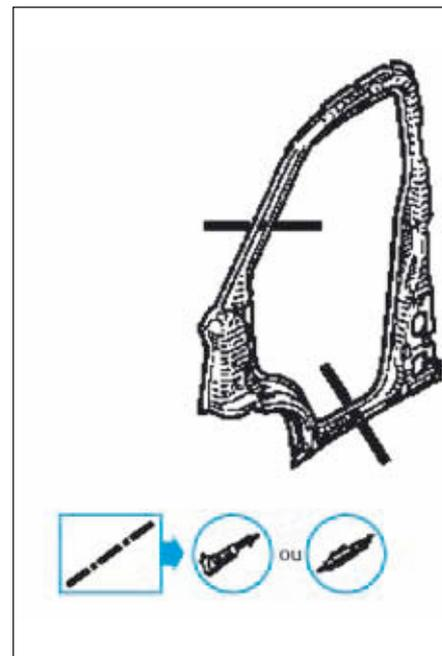

FIG.35
- Tracer puis découper le pied avant de cabine (Fig.35), (Fig.36), (Fig.37) et (Fig.38).
• Tracer puis percer à l'aide d'un foret pour soudage ultérieur par points (Fig.35), (Fig.36), (Fig.37) et (Fig.38).
- cordon MIG (Fig.35), (Fig.36), (Fig.37) et (Fig.38),